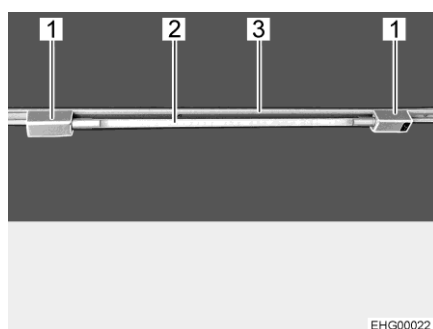

Fig. 28 Lampada tubolare
Come inserire la lampada tubolare: ■ Inserire i due supporti (Fig. 28,1) nella rotaia (Fig. 28,3). A tale scopo, ruotare i supporti di 90°.
■ Infilare il corpo lampada (Fig. 28,2) in uno dei supporti.
Come orientare la lampada tubolare: ■ Ruotare il corpo lampada (Fig. 28,2), finché non si raggiunge l'effetto luminoso desiderato.